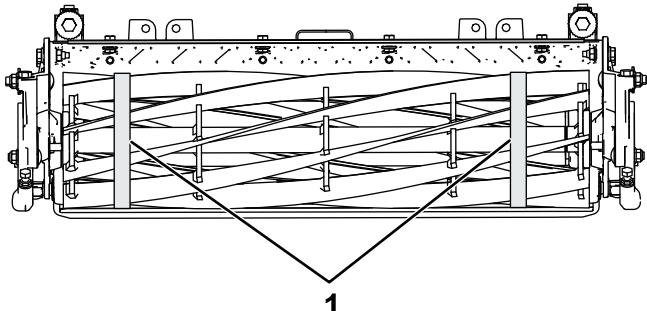

Figure 28
- À l'aide d'un ruban de mesure du diamètre, mesurez le diamètre extérieur du cylindre aux deux extrémités (Figure 28) ; la différence entre les diamètres extérieurs aux deux extrémités doit être inférieure à 0,25 mm. Si la différence est supérieure, rectifiez le cylindre.